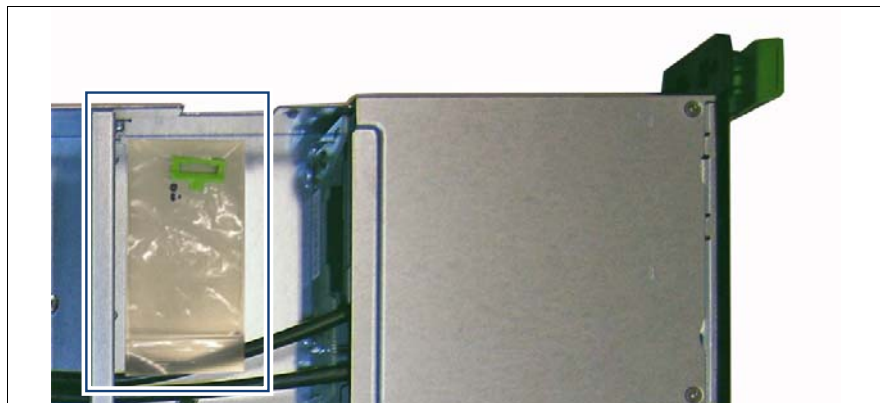

図 160: パッケージ内の ODD ラッチの例
- ▶ ODD ラッチをパッケージから取り出します（図 160 を参照）。
- ▶ ODD ラッチをパッケージに保管します (図 160 を参照)。